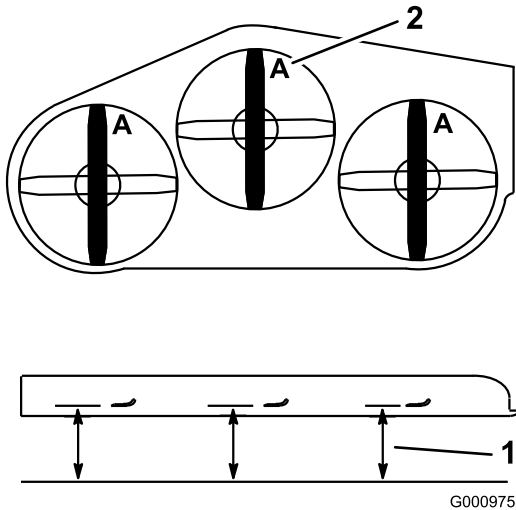

Figure 76
2. Mesurez la distance entre la surface plane et le tranchant (position **A**) des lames (Figure 76).